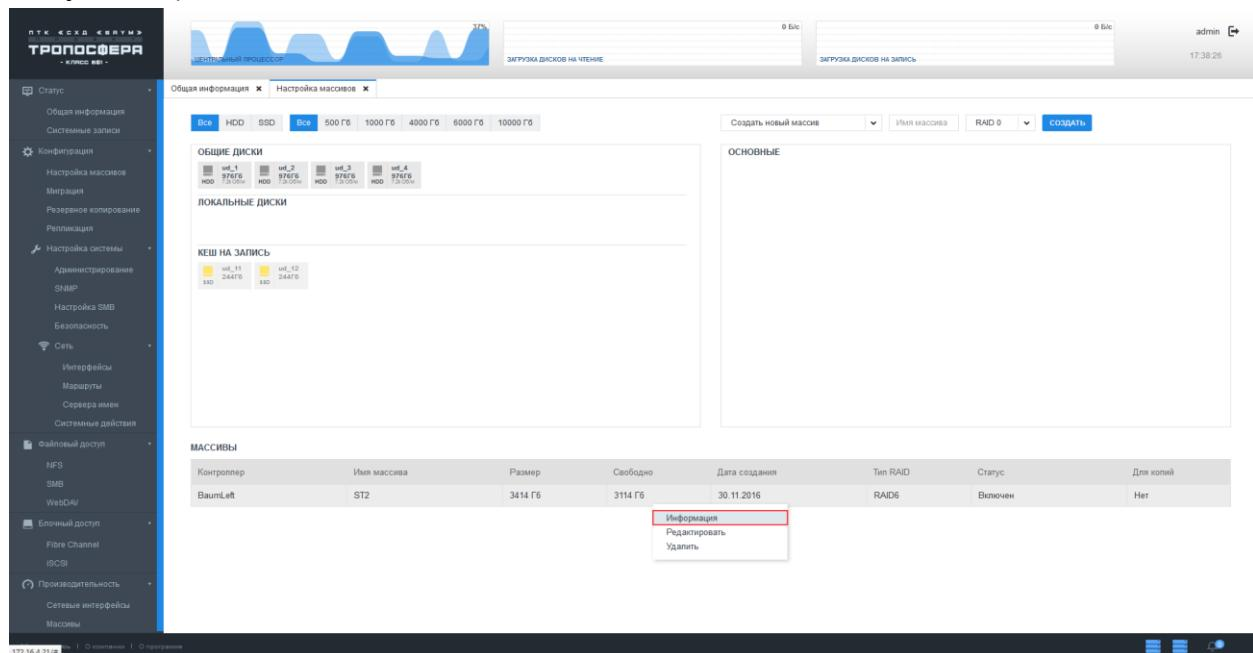

Рисунок 87 – Просмотр информации о массиве
- Перейти на вкладку выберите «Конфигурация» → «Настройка массивов» (см. Рисунок 87).